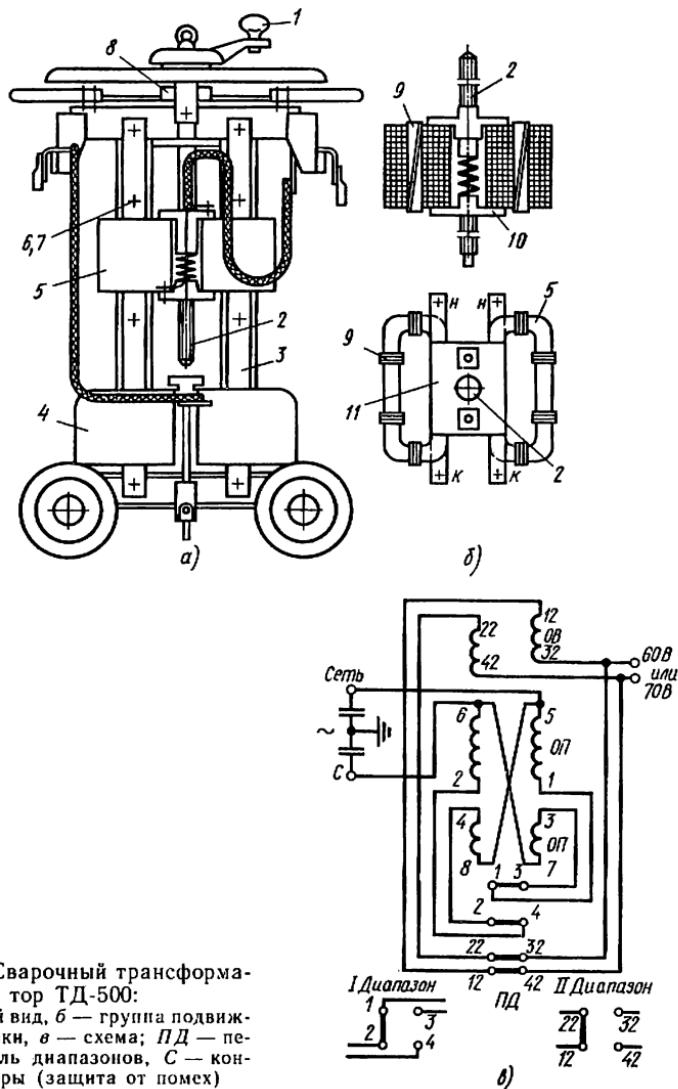

Рис. 29. Сварочный трансформатор ТД-500:
**Ремонт сварочного трансформатора ТД-500.** Трансформатор (рис. 29, а), который длительное время не был